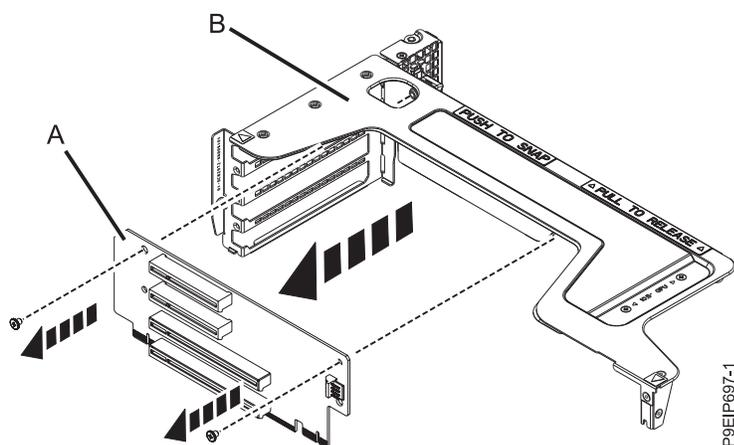

Figura 51. Extracción de la tarjeta de expansión de la posición 3, 5 o 6
- g. Si se tiene que sustituir la tarjeta de expansión de las posiciones 3, 5 o 6, quítela del soporte de la tarjeta de expansión. Quite los dos tornillos que fijan la tarjeta de expansión al soporte de la tarjeta de expansión, como se muestra en la Figura 51.